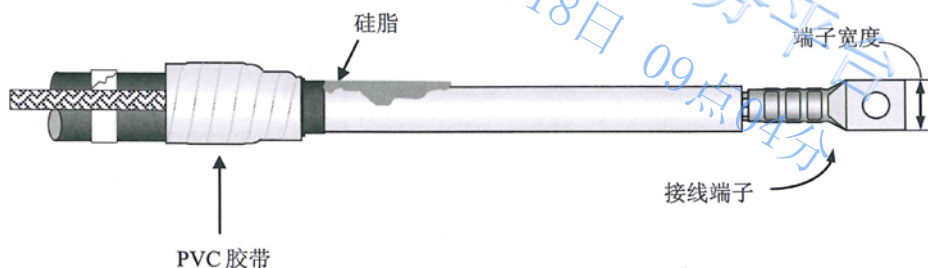

图 15 制作示例图
- 2) 如图 15 所示，装上接线端子，压接安装金属接线端子。